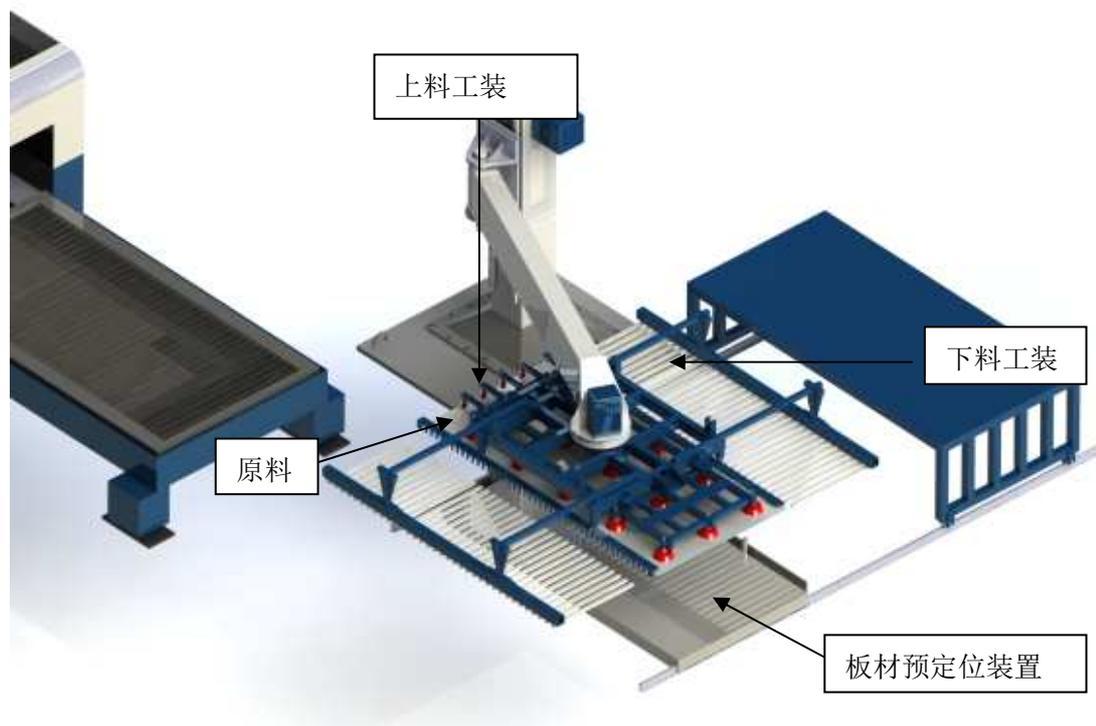

图 3-6 小车上料位置
1) 取料动作：电动原料台小车带着板料运动到上料位置，上料机械手运行到取料位置，然后用吸盘吸取原料台上板料，小车上料位置如图 3-6 所示。